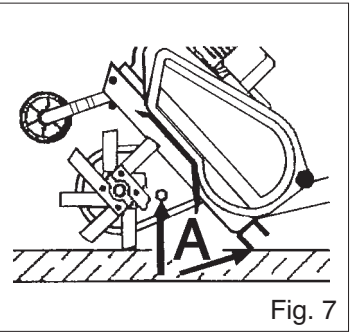

Fig. 7
- a) Dévisser le bouchon (Fig.7).